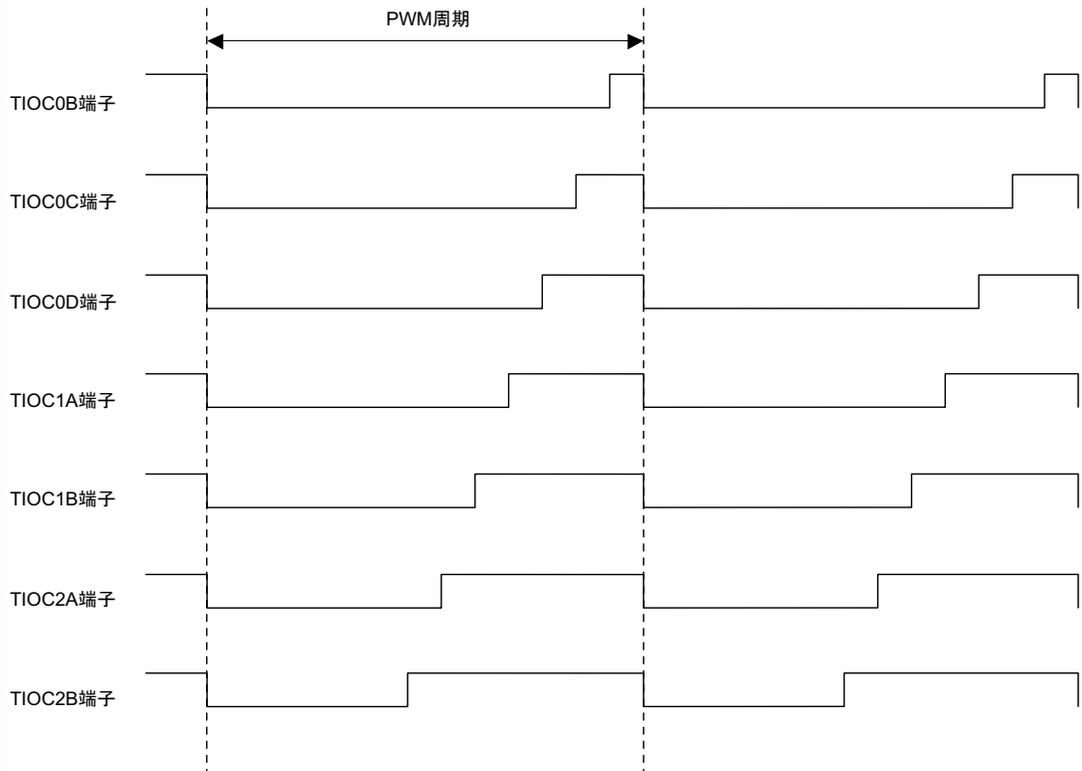

図 2.10 PWM 出力例
- (1) 図2.10に示すようにパルスのHigh幅を変化させ、デューティ変化できる7相のPWM出力をします。
- (2) 内蔵周辺クロック $P\phi=20.0\text{MHz}$ 動作時、出力するPWM周期は100nsから3.27msの間で任意に設定できます。